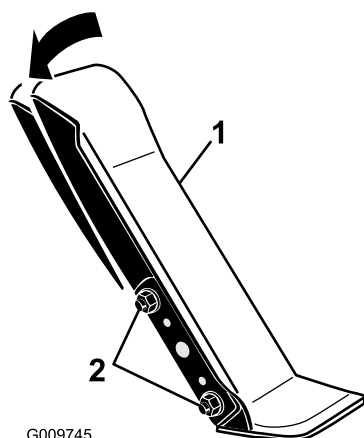

Figura 88
1. Desaperte as duas porcas e parafusos que fixam o lado esquerdo do pedal de tração ao suporte (Figura 88).
2. Rode o pedal para o ângulo de funcionamento pretendido e apertar as porcas (Figura 88).